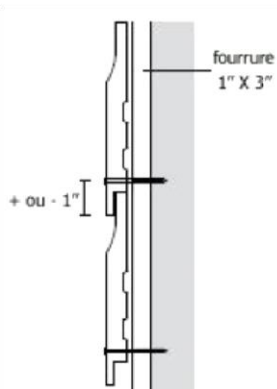

Figure 4
- Pour tous les profils de plus de 6", utiliser 2 clous par planche – (**figure 4**).